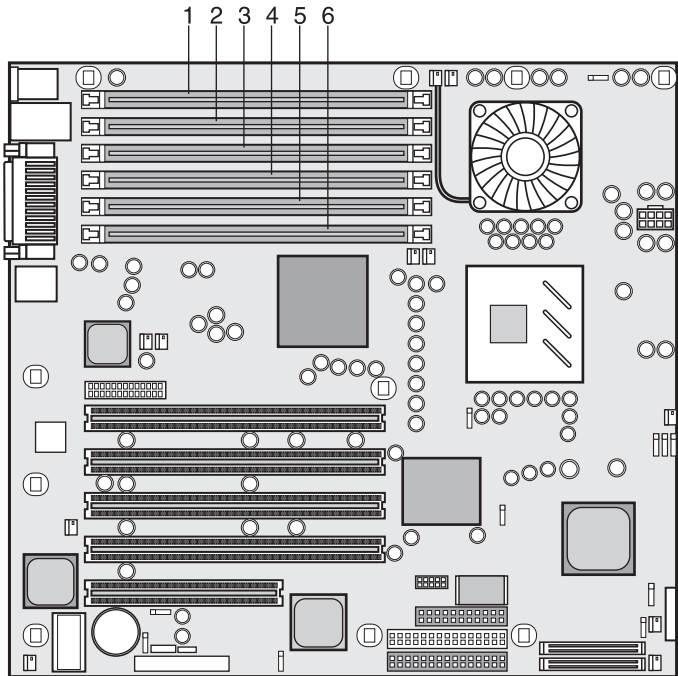

图 2-11：DIMM 在主板上的位置
4. 为所要安装的 DIMM 选择一个 DIMM 插槽。请参阅图 2-11。